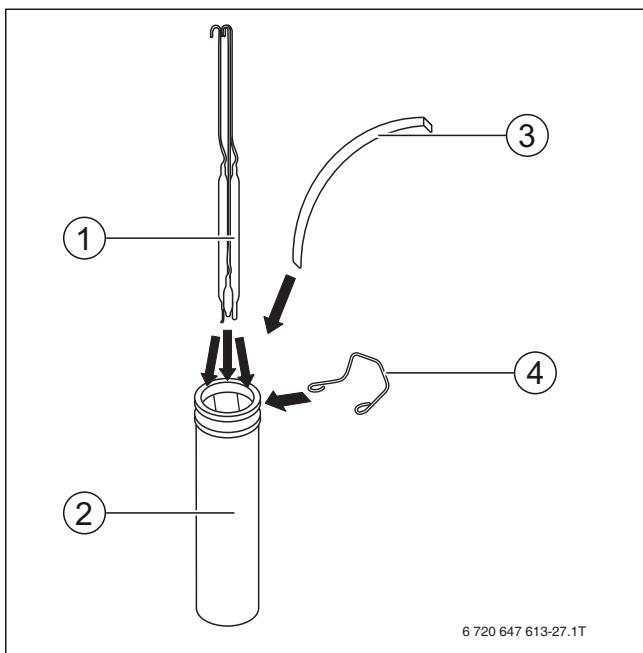

Fig. 23 Introduceți senzorul de temperatură în teaca de imersie
- ▶ Împingeți senzorul de temperatură (→ Fig. 23, [1]) până la fundul tecii de imersie (→ Fig. 23, [2]).
- ▶ Presați senzorul de temperatură cu ajutorul unui resort de compensare (→ Fig. 23, [3]) de pe peretele tecii de imersie.
- ▶ Fixați senzorul de temperatură cu ajutorul arcului de susținere (→ Fig. 23, [4]).